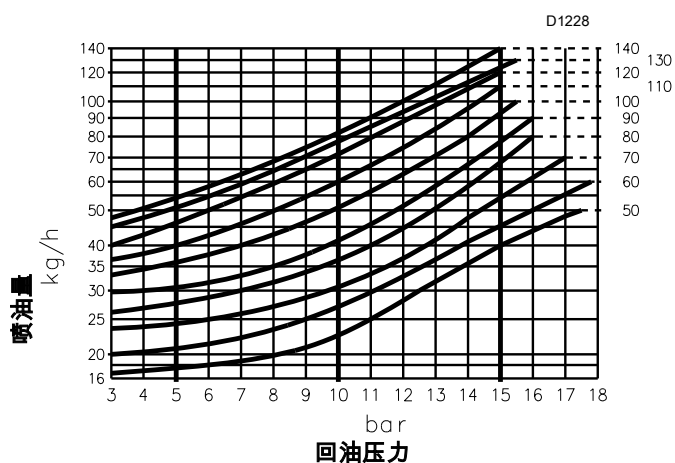
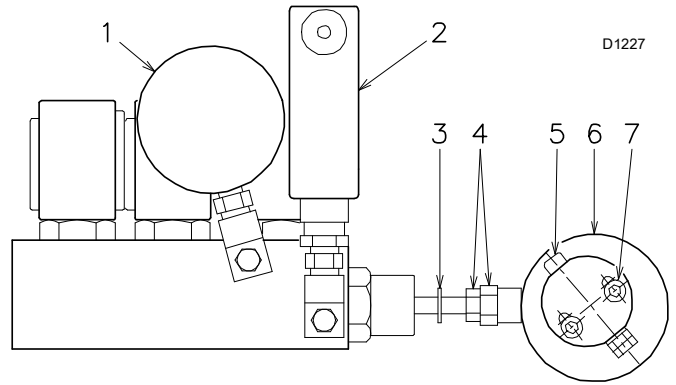

图 28
图 29
图 ( 图 28) 显示了泵输送压力为 20 bar 的 A3 和 A4 型 Bergonzo 喷嘴的这种关系。
喷嘴回流压力值由压力表 1)( 图 29) 表示。
可以通过改变偏心轮 6)( 图 29)、螺母和锁紧螺母 4)( 图 29) 的设置来微调回程管路中的压力。
- 不要让活塞反复跳动：止动环 3) ( 图 29) 决定最大行程。
- 进行设置时，手动验证 ( 第 25 页 ) 0° 和 130° 之间是否没有发生减速，以及最大和最小压力是否与根据图 ( ) 选择的压力相对应 ( 第 23 页图 28 )。
对应于压力表 1) (第 24 页图 29) 上读取的喷嘴回油压力的喷嘴流量在第 23 页图 28 中给出。